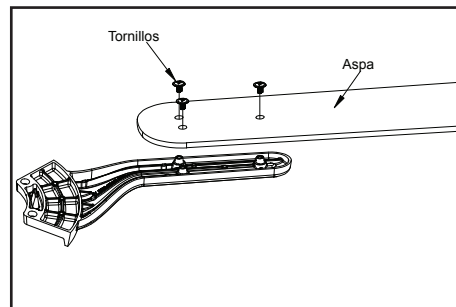

Figura 13
1. Monta el aspa a su soporte usando los tornillos como lo muestra la Figura 13. Inserta el tornillo en el soporte. Repite para los dos tornillos restantes.